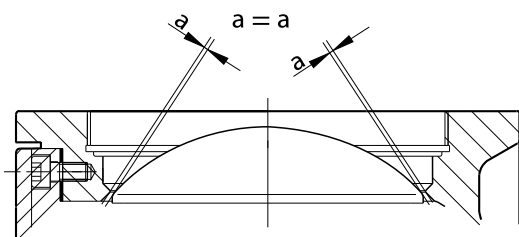

Fig.6-14 Centrering av kulsegment
2. Kontrollera att segmentet centrerar med ventilhuset. Segmentet får inte glappa i axialled eller gå för tungt. Kulsegmentet skall ha lika stor spalt mot ventilhuset runt hela periferin. Mer noggrann kontroll kan göras med bladmått vid respektive spindelände (→ Fig.6-14). Genom att lägga till eller ta bort shimsbrickor korrigeras segmentets läge i ventilhuset. Shimsbrickor finns i rekonditioneringssatsen. Se (→ Kap6.11).